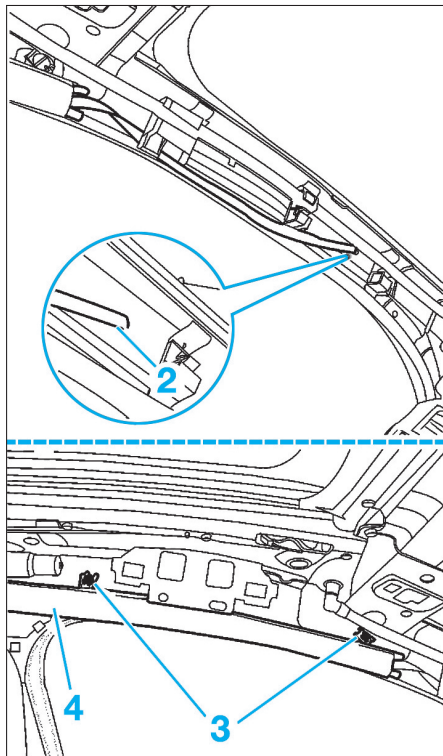

FIG. 11
- Remplacer la vis (6) par une neuve.
- Déposer la sangle avant (2), les rivets (3) (Fig.11).
- Découper l'enveloppe (4) et dérouler le rideau de l'airbag latéral.